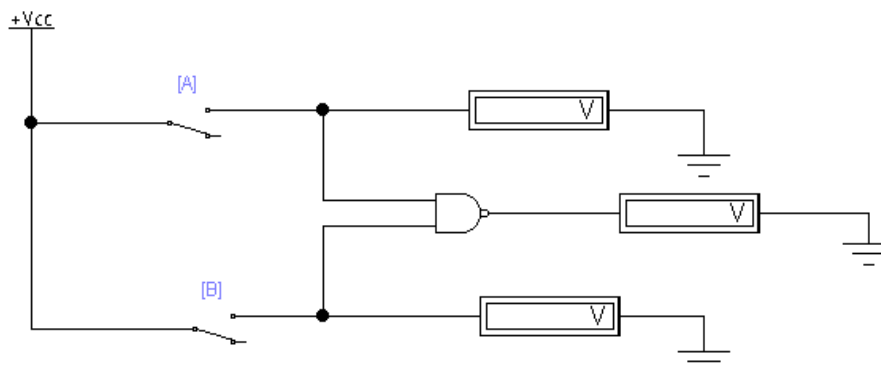

Fig. 9. Schema electrică a regimului static cu elementul ȘI – NU.
5.1. Scriți funcția logică a schemei din Fig. 9.
5.2. Construiți schema electrică prezentată în Fig. 9.